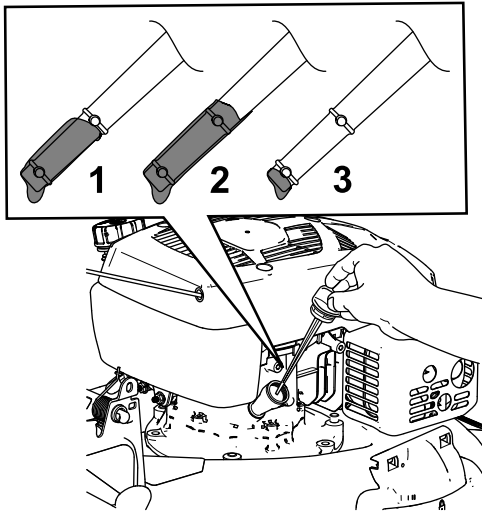

Figure 8
2. Tournez le bouchon dans le sens antihoraire et sortez la jauge (Figure 8).